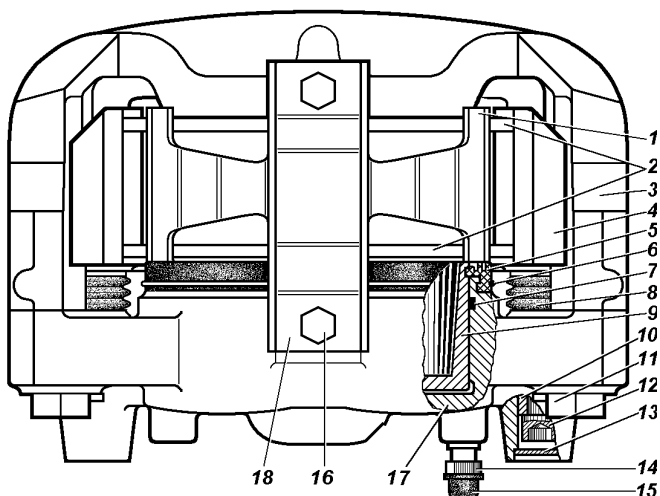

Рис. 9.30. Передние дисковые тормоза:
**Дисковые тормоза передних колес.** Для оценки износа тормозных колодок 2 (рис. 9.30) можно использовать зеркало. Допускается для оценки износа колодок снять колесо. Для этого необходимо установить автомобиль на горизонтальной площадке и затормозить его стояночным тормозом. Осмотр колодок проводите через окно в суппорте 4. Если фрикционные накладки износились до толщины 1,5-2,0 мм, то замените колодки новыми. Замену производите на обоих передних колесах.